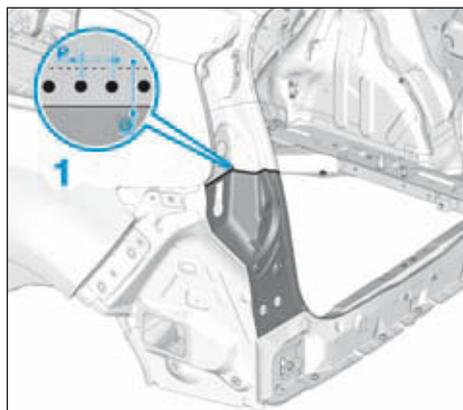

FIG.144
- Effectuer une liaison par superposition en (1) (Fig.144).